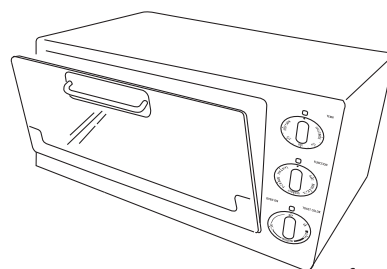

fig. 1
- Posez l'aliment à griller sur la grille diététique (P) insérée sur la lèchefrite (H) et posez le tout dans la glissière 1.
- Refermez la porte, jusqu'à entendre un "déclick" (voir figure 1).
- Tournez le bouton du sélecteur de fonctions (D) sur BROIL ou BROIL & ROTIS.
- Tournez le bouton du minuteur (B) sur "ON".
- À la fin de la cuisson, ramenez manuellement le bouton minuteur (B) sur "OFF".
- Placez le bouton thermostat (A) sur la pos. TOAST/BROIL.
- Tourner le bouton de sélecteur de fonction (D) en pos. BROIL & ROTIS.